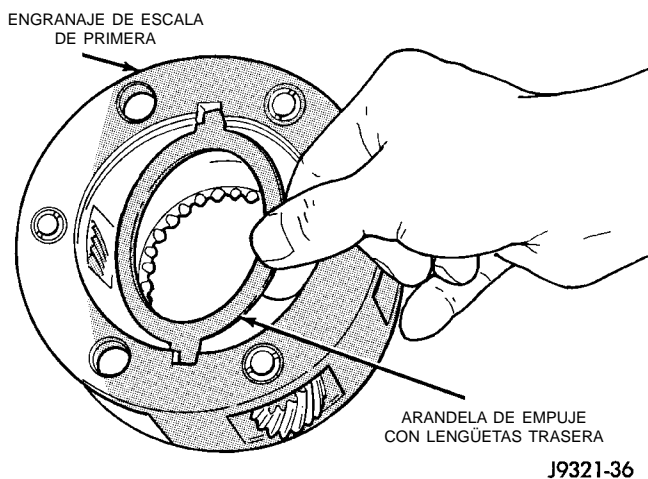

Fig. 42 Desmontaje de la arandela de empuje con lengüetas trasera
- (5) Retire la arandela de empuje con lengüetas trasera del engranaje de escala de primera (Fig. 42).